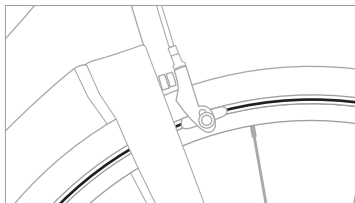

Figura 2.1 Indicatore di usura del cerchio in alluminio.
- Presenza di una scanalatura lungo il bordo del cerchio (Figura 2.1). Se la scanalatura non è più visibile in alcun punto, sostituire il cerchio.